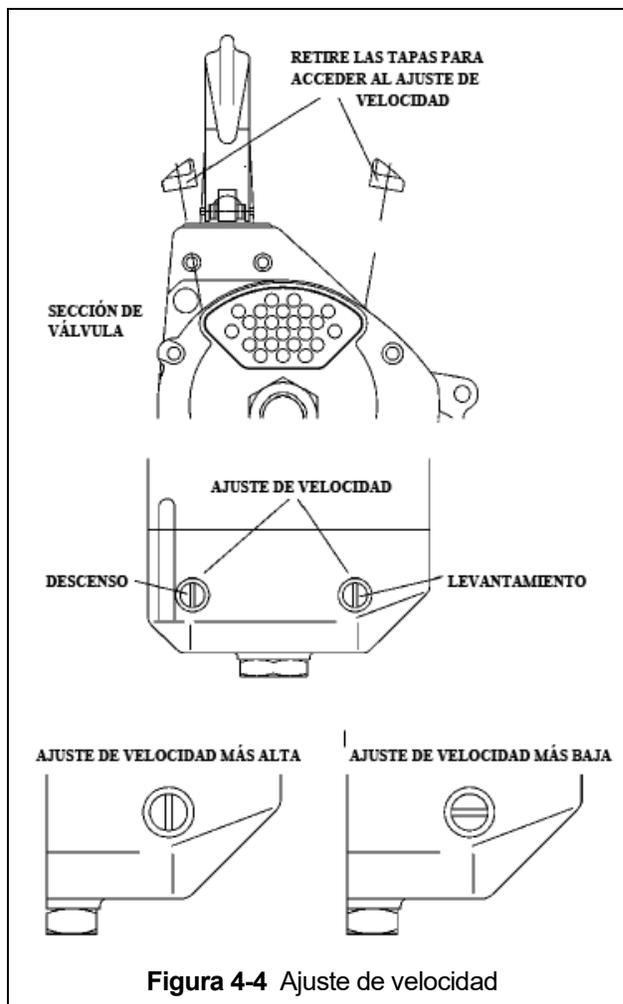

Figura 4-4 Ajuste de velocidad
4.5.1 El polipasto/tecle está equipado con controles de ajuste de velocidad. Los controles permiten reducir las velocidades de elevación y descenso del polipasto/tecle para aquellas aplicaciones que requieren velocidades más lentas o un mejor control de velocidad. Los controles de ajuste de velocidad están configurados para la velocidad más alta de fábrica. Los controles de ajuste de velocidad se encuentran en la parte superior de la sección de la válvula del polipasto/tecle como se muestra en la figura 4-4.
4.5.3 Para reducir las velocidades de elevación / descenso, retire las cubiertas de ajuste de velocidad para acceder a los tornillos de ajuste de velocidad como se muestra en la figura 4-4. Las cubiertas pueden ser de plástico o aluminio. Visto desde el lado de la válvula del polipasto/tecle, el tornillo de ajuste de descenso está a la izquierda y el tornillo de ajuste de elevación está a la derecha. Los mecanismos de ajuste de elevación y descenso no están conectados, lo que permite ajustes separados para las velocidades de elevación y descenso.
4.5.4 Con referencia a la figura 4-4, el polipasto/tecle está a la velocidad más alta cuando el tornillo está en la posición "vertical" y a la velocidad más baja cuando está en la posición "horizontal". El ajuste de velocidad se puede hacer entre estas posiciones.